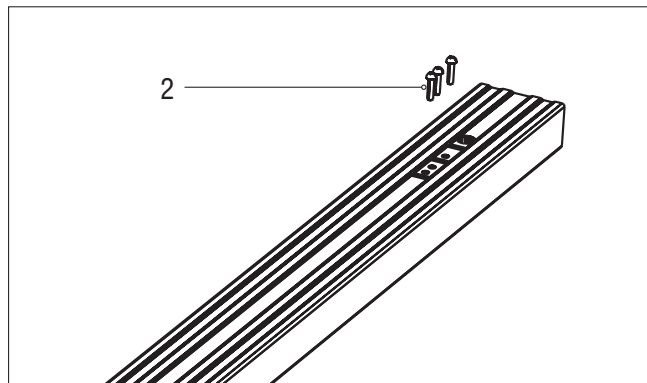

Рис. 2
3. Викрутіть гвинти тримача зірочки, поз. 2 (рис. 2).